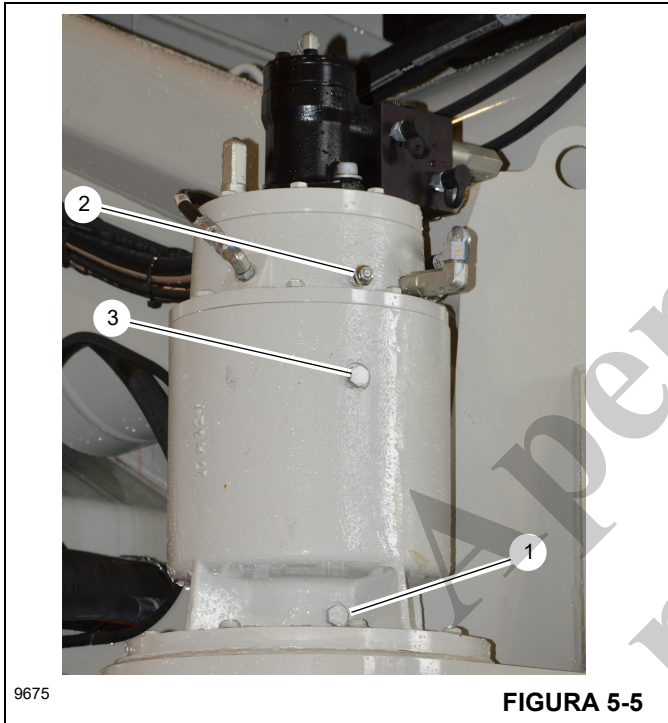

FIGURA 5-5
1. Remova o bujão de dreno (1, Figura 5-5) e o bujão de respiro (2) para drenar o óleo da caixa de engrenagens.
3. Recoloque o bujão do dreno (1). Inspeccione e substitua o anel de vedação conforme necessário.
4. Remova o bujão de nível/enchimento de óleo (3). Encha a caixa de engrenagens de giro com 2,4 l (2.5 qt) do tipo de óleo apropriado e, em seguida, recoloque o bujão de respiro (2) e o bujão de nível/enchimento (3). Inspeccione e substitua os anéis de vedação conforme necessário. Consulte *Pontos de lubrificação*, página 5-3 deste manual.